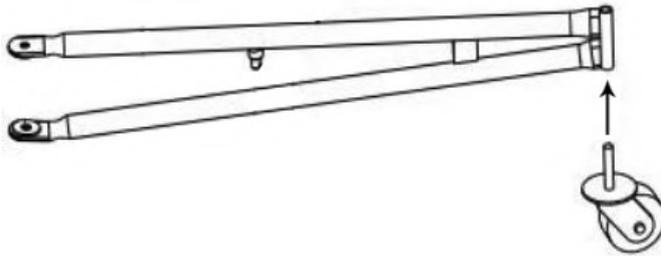

Bild 12
- Sätt fast länkhjulen med alla tre benen enligt bild 12.
- Fäst hjulenheten på ramenheten med bricka $\varnothing 10$ och M10x20-skrivar enligt bild 12.